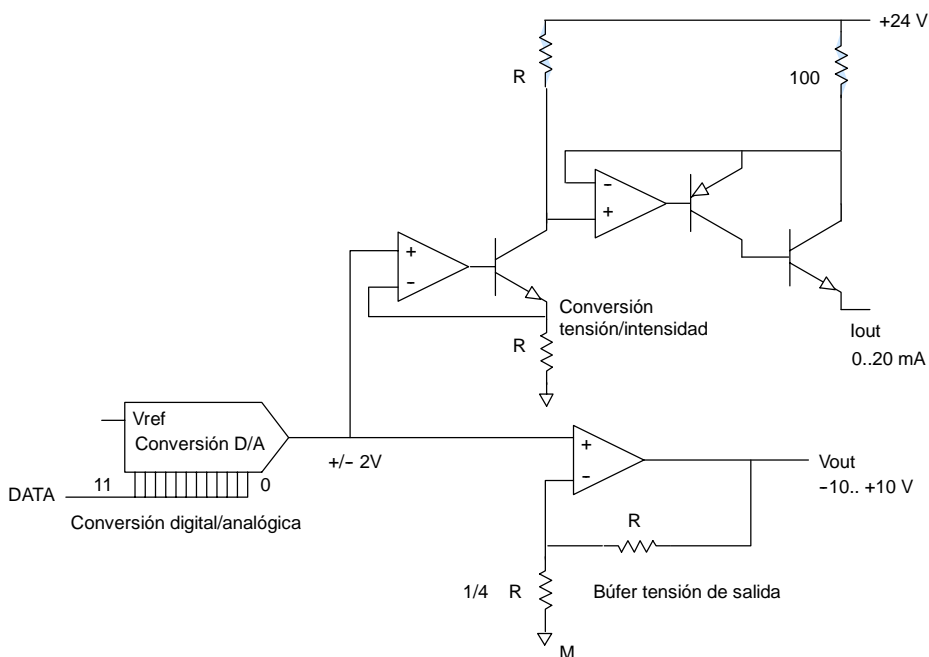

Figura A-21 Diagrama de bloques de las salidas del EM 232 y EM 235
- Cortocircuite las entradas de los canales no utilizados (v. fig. A-21).